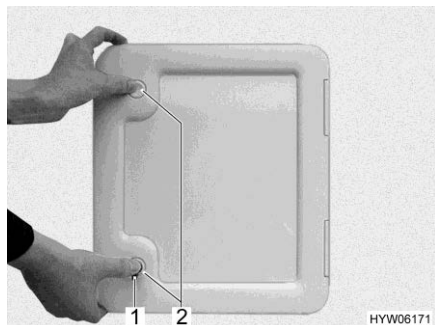
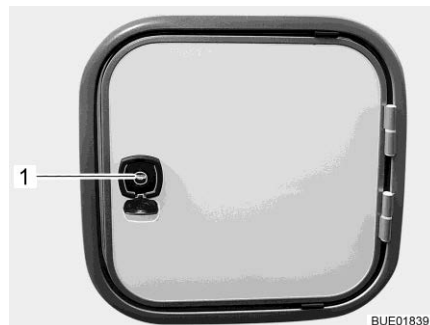

Bild 276 Lucka för latrintank
Bild 277 Lucka för latrintank (alternativ)
- Öppna luckan till latrintanken på fordonets utsida. Stick för detta in nyckeln i låscylindern i låset (Bild 276,1 resp. Bild 277,1) och vrid den medurs ett kvarts varv.
- I förekommande fall: Tryck samtidigt in de två trycklåsen (Bild 276,2) med tummarna och öppna luckan för latrintanken.